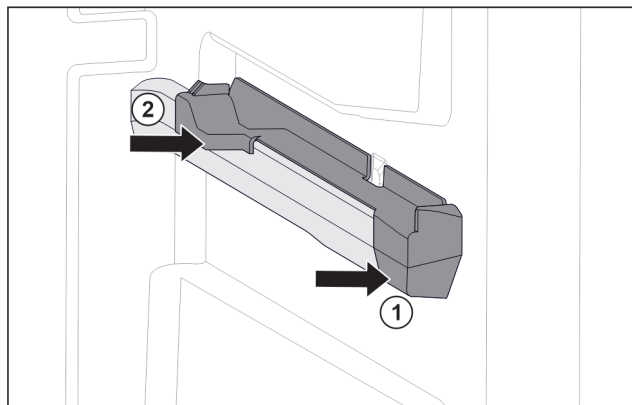

Fig. 76 Natični dio na desnom žlijebu spremnika
- ▶ Postavite natični dio sprijeda na žlijebu spremnika. *Fig. 76 (1)*
- ▶ Pritisnite natični dio straga. *Fig. 76 (2)*